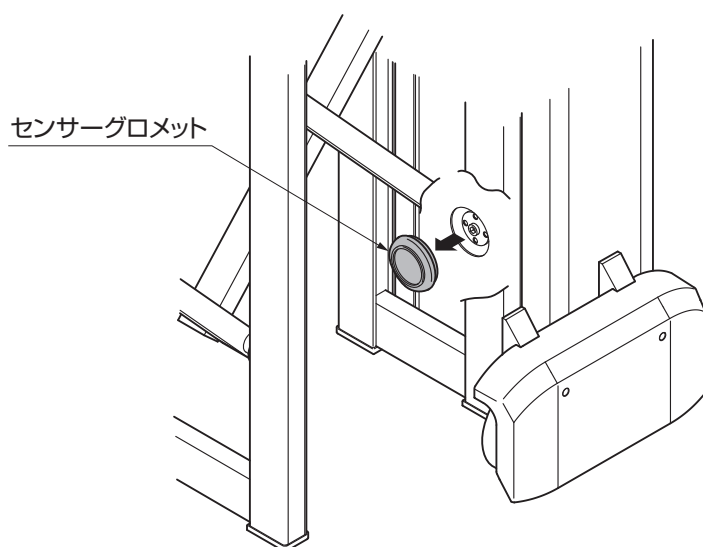

図16-5
③ゴム製グロメットを電動装置本体に取付けてください。（図16-5参照）